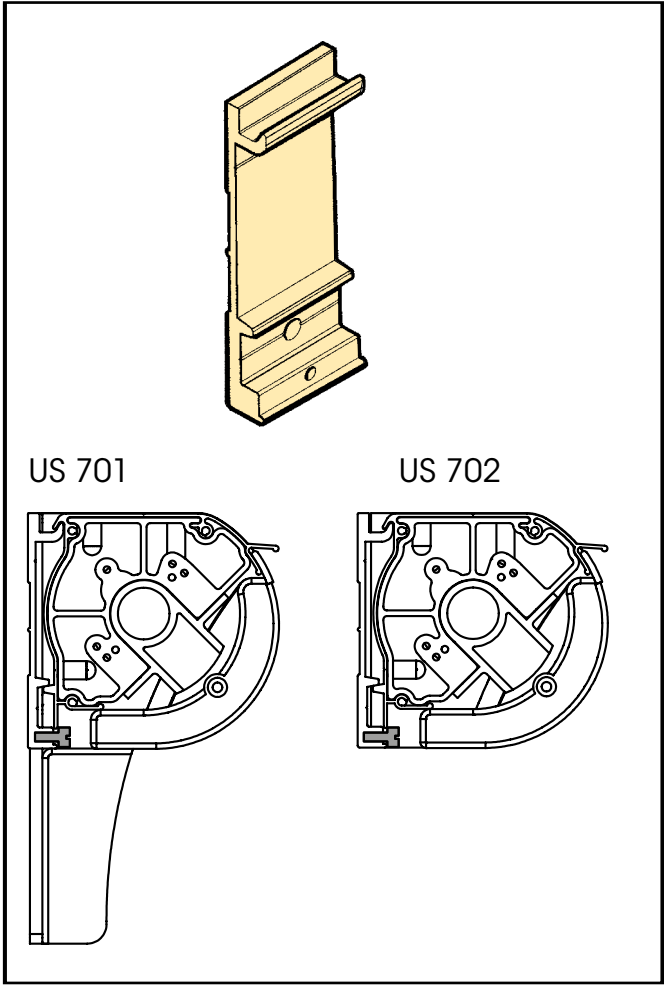

Abb. 7: Wand-/Mauerbügel
- Nach der Montage der Wandbügel wird der Kasten an den Bügeln aufgehängt und mit einer Schraube gesichert (Abb. 7).